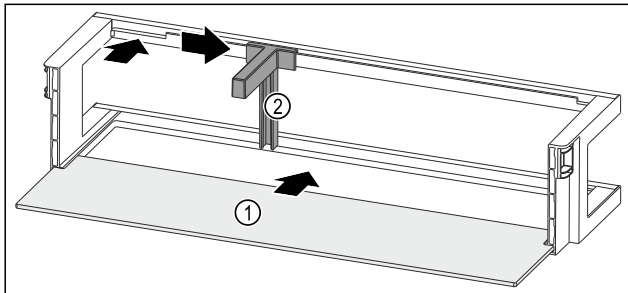

Fig. 135 Türabsteller mit Abstellfläche
- ▶ Abstellfläche Fig. 135 (1) in die seitlichen Einsparungen einschieben.
- ▶ Flaschenhalter Fig. 135 (2) in die Aussparung einsetzen.
- ▶ Flaschenhalter Fig. 135 (2) in gewünschte Position zur Seite schieben.